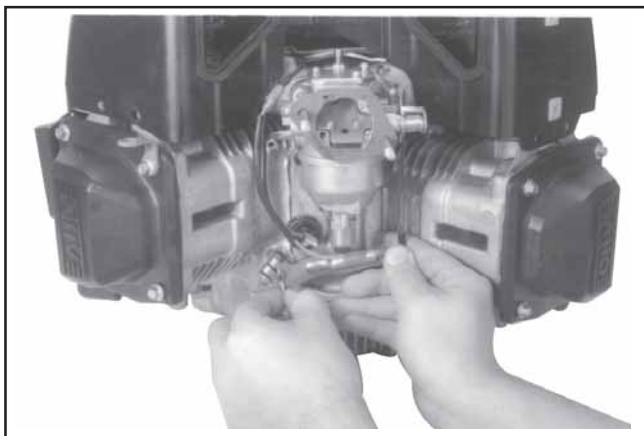

Figure 11-68. Installation du levier du régulateur sur l'arbre.
1. Monter le levier du régulateur sur l'arbre intermédiaire du régulateur. Voir la Figure 11-68.